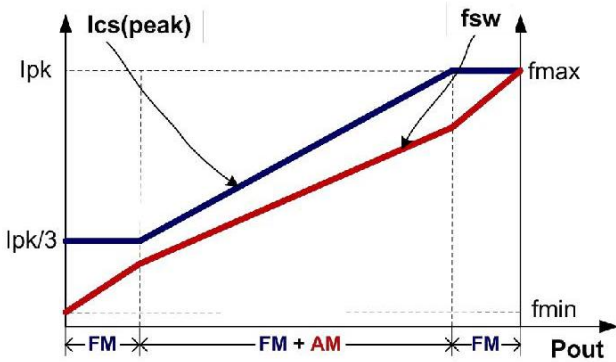

图 4
如图 4 所示，为了满足严苛的平均效率和待机功耗要求，U6117SA 采用了调幅控制 (AM) 和调频控制 (FM) 结合的多模式控制技术。